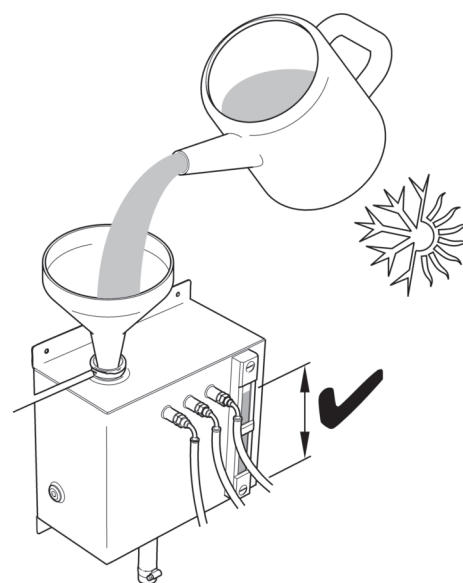

Figura 36
- 9 Rabboccare con soluzione composta da antigelo al 20% in caso di condizioni normali (al 50% in caso di condizioni estreme) fino al massimo livello (figura 36).